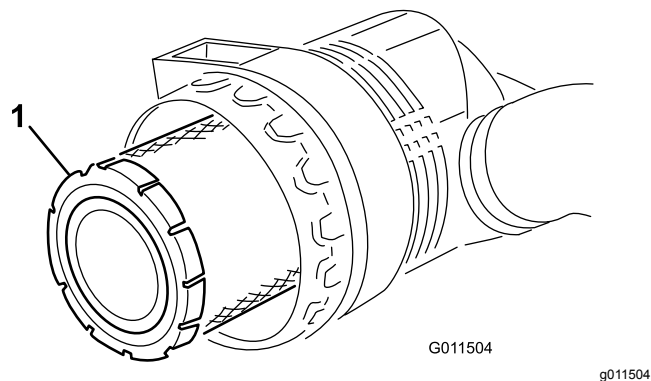
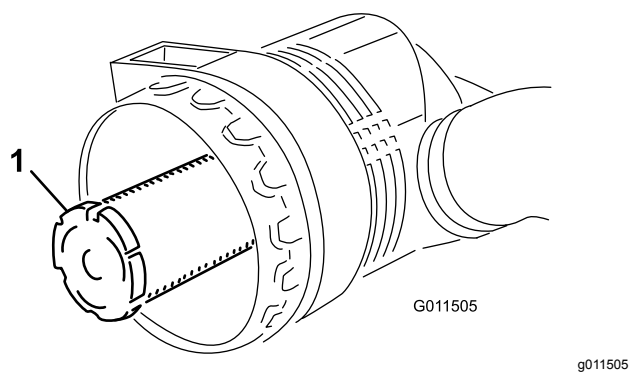

Figura 71
Figura 72
3. Togliete il filtro primario dell'olio (Figura 71). Si sconsiglia la pulizia dell'elemento usato, per evitare il rischio di danneggiare l'elemento filtrante. Controllate il filtro nuovo e accertatevi che non sia stato danneggiato durante la spedizione, in particolare l'estremità di tenuta del filtro ed il corpo. Non usate l'elemento se è avariato. **Non** togliete il filtro di sicurezza (Figura 72).
Importante: Non cercate mai di pulire il filtro di sicurezza (Figura 72). Sostituitelo con uno nuovo ogni tre revisioni del filtro primario.
4. Sostituite il filtro primario dell'olio (Figura 71).